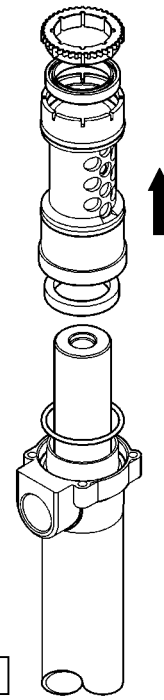

Fig. 4c
4. When the reversing mechanism is removed, pull the packing sleeve upwards and remove it (fig. 4c). Check seals and the piston rod for wear or damage, replace if necessary.
4. Cuando el conjunto inversor está desmontado, tirar del casquillo empaquetadura hacia arriba para quitarlo (Fig. 4c). Verificar las juntas y el vástago por desgaste o deterioro, sustituir si es necesario.
4. Dès que l'ensemble inverseur est démonté, tirer vers le haut la bague de l'ensemble porte-joints afin de pouvoir la retirer (Fig.4c). Vérifier que les joints et /ou la tige ne sont pas usés ou abîmés et les remplacer si nécessaire.